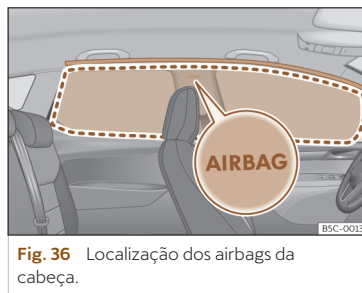

Fig. 36 Localização dos airbags da cabeça.
Os airbags da cabeça estão localizados de ambos os lados do habitáculo, por cima das portas >>> **Fig. 36** e estão assinalados pelo logo «AIRBAG».
Ao ativar-se, o airbag da cabeça ocupa a zona assinalada (raio de alcance) >>> **Fig. 36**. Por este motivo, nunca se deverá colocar ou fixar objetos nesta zona >>> **△**.
• Assegure-se de que as crianças viajam sentadas corretamente nas suas cadeiras e não colocam a cabeça na zona de insuflação dos airbags para a cabeça >>> Fig. 36, uma vez que, se os airbags disparassem, estes poderiam bater-lhes e causar-lhes lesões graves.